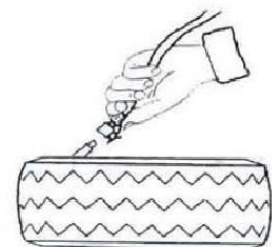

Рис. 22
- 5) Накачивайте колесо с перерывами и проверяйте показания манометра, установку шины на диске колеса (рис. 22)